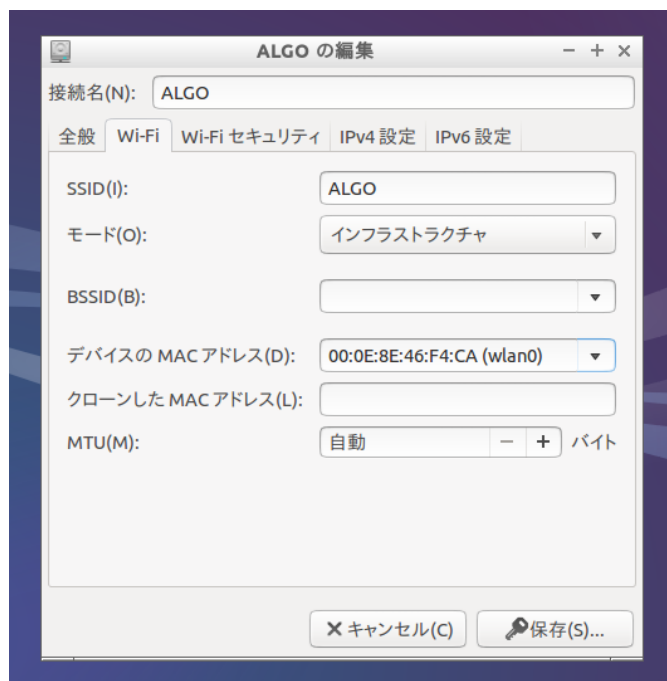

図 2-5-6. 無線 LAN 設定画面
- ③ 図 2-5-6 のような設定画面が起動します。接続しているネットワークの環境に合わせた設定を行ってください。